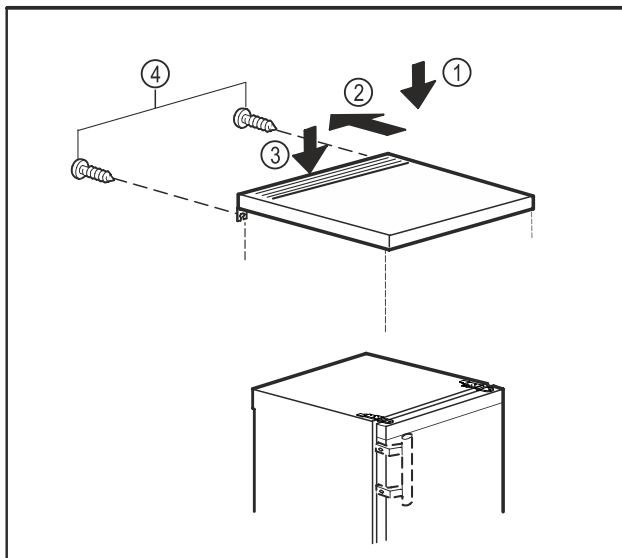

Fig. 10
- ▶ Poser le plateau de table sur l'appareil. Fig. 10 (1)
- ▶ Pousser le plateau de la table vers l'arrière. Fig. 10 (2)
- ▶ Appuyer le plateau de la table à l'arrière vers le bas. Fig. 10 (3)
- ▶ Serrer les vis à l'arrière. Fig. 10 (4)